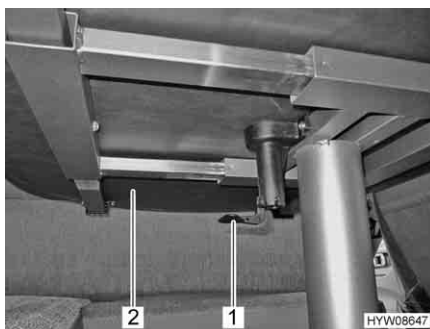

Fig. 54 Leva per spostare il piano del tavolo
- Tirare o spingere la leva (Fig. 54,1) verso il basso.
- Spingere il piano del tavolo (Fig. 54,2) nella posizione desiderata.